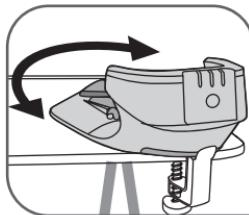

Fig.4
- Állítsa be a lábat a döllésszögöt a vasalódeszkán – **fig.4**. Célszerű a lábatat döllésszögöt a vasalódeszkán 45°-ra állítani a nagyobb kényelem érdekében.